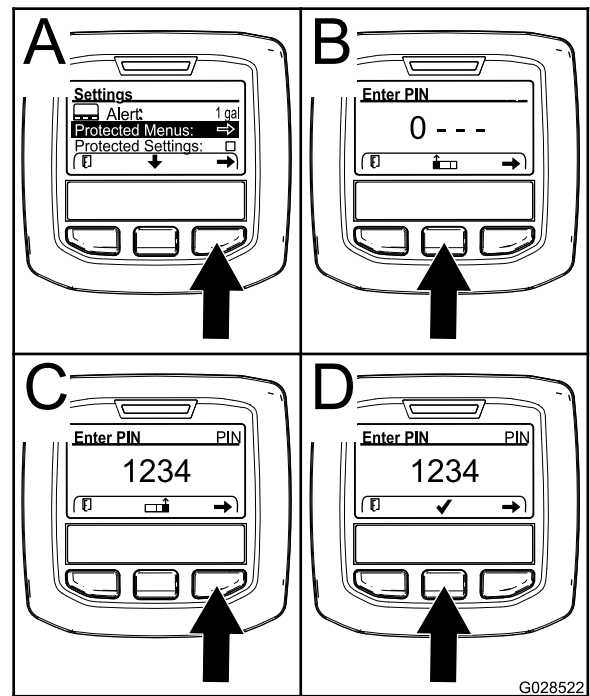

Figure 24
- Appuyez sur le bouton de sélection droit pour sélectionner les menus protégés (A de Figure 24).
- Appuyez sur le bouton de sélection central (B de Figure 24) pour augmenter la valeur numérique (0 à 9).
- Appuyez sur le bouton de sélection droit (C de Figure 24) pour amener le curseur à la valeur numérique suivante à droite.
Remarque: Une coche s'affiche alors au-dessus du bouton de sélection central (D de Figure 24).
- Appuyez sur le bouton de sélection central (D de Figure 24) pour saisir le mot de passe.